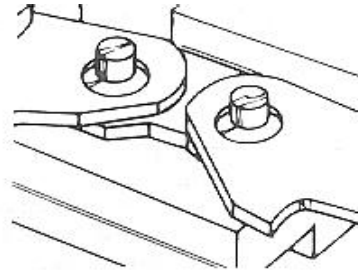

Рисунок 4.9
4.3.5.3 Собрать ремонтируемую цепь, набросив ведущие звенья на оси предварительно собранного соединительного звена, см. рисунок 4.9.